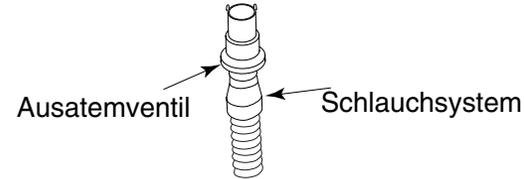

Abb. 4-4 Anschließen des Schlauchsystems an das Ausatemventil
SCHRITT 2 Das andere Ende des Schlauchsystems an das Ausatemventil anschließen (siehe Abbildung 4-4). Wird eine Maske mit eingebautem Ausatemventil benutzt, das Schlauchsystem direkt an die Maske anschließen.